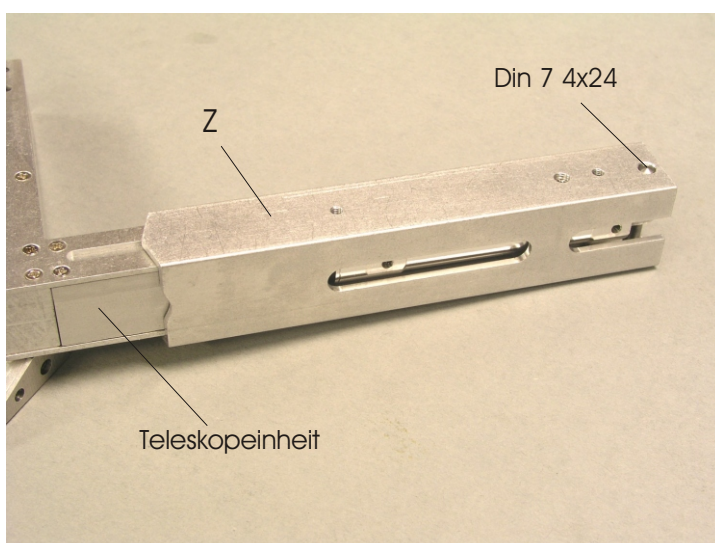
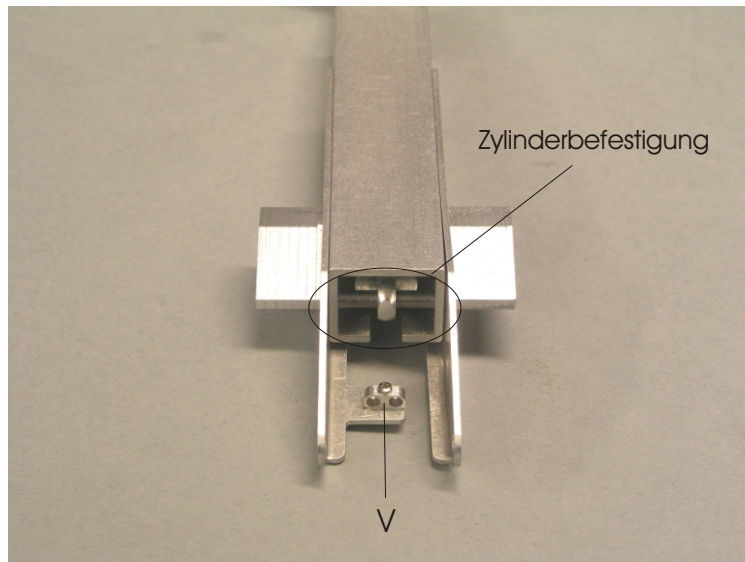

Bild 12
Bild 14
Die fertige Teleskopeinheit bitte, wie in Bild 12 ersichtlich, in das Kastenprofil (Z) schieben. Beim rein und raus schieben darf nichts haken, sonst die Stellen etwas mit einer feinen Feile nacharbeiten. Der Zylinderfuß wird durch einschieben des Bolzens Din7 4x24 befestigt. (Siehe auch Bild 14) Durch leichte Maßschwankungen kann es erforderlich sein den Bolzen etwas an beiden Enden abzufeilen. Er darf nicht aus dem Kastenrohr heraus ragen.